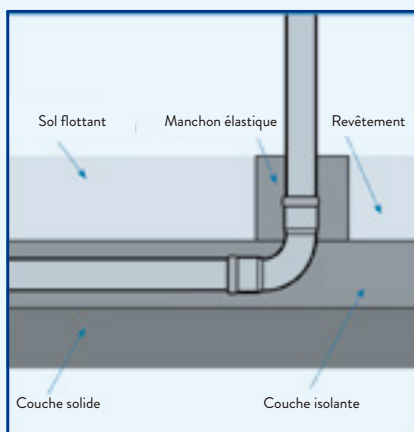

Fig. 2
Si une installation est placée sous un revêtement de sol flottant, les tuyaux sont placés dans la couche isolante afin qu'ils puissent librement se dilater. Aussi bien les sorties verticales que les embranchements doivent être munis de manchons élastiques de matériau isolant ou de plastique isolant (Fig. 2).
- Diamètres 76,1, 88,9 et 108,0 avec des colliers plates DIN-2576 en AISI-316L (1.4404) à leurs extrémités (Fig. 2)
(Fig. 2)